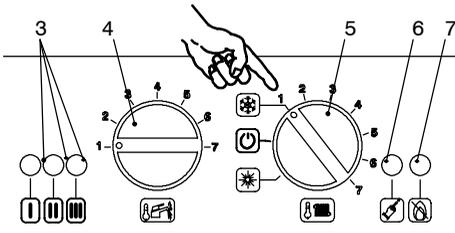
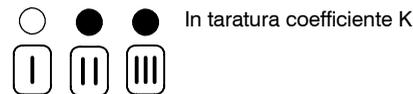
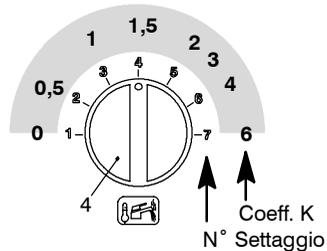
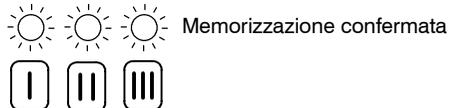

fig. 5.21
fig. 5.22
fig. 5.24
fig. 5.25
- 1 Alimentate elettricamente la caldaia azionando l'interruttore bipolare previsto nella installazione; la lampada di segnalazione 3 in fig. 5.21 lampeggia ogni 4 secondi.
- 2 Posizionare il selettore 5 come indicato in fig. 5.21; la lampada di segnalazione 3 lampeggia ad intermittenza circa ogni 2 secondi.
- 3 Tenere premuto il pulsante di ripristino 6 in fig. 5.21 per circa 10 secondi, la lampada di blocco 7 in fig. 5.21 inizierà a lampeggiare.
- 4 Per tarare il coefficiente K le spie di segnalazione 3 in fig. 5.21 devono essere visualizzate come in fig. 5.22 (legenda spie fig. 5.23)
- 5 Se non si visualizza questa sequenza premere il pulsante di ripristino 6 in fig. 5.21 tante volte fino alla visualizzazione (5 volte).
- 6 Per visualizzare il settaggio impostato tenere premuto il pulsante di ripristino 6 in fig. 5.21 per circa 5 secondi. Le spie di segnalazione 3 in fig. 5.21 lampeggeranno un numero di volte pari al settaggio (fig. 5.24)
- 7 Per cambiare il settaggio ruotare la manopola regolazione temperatura sanitari 4 in fig. 5.21 e posizionarla nel valore di K desiderato fig. 5.24 (nella figura es. manopola settata per K1,5), la lampada di segnalazione blocco 7 in fig. 5.21 lampeggia velocemente.
- 8 Per memorizzare il settaggio premere il pulsante di ripristino 6 in fig. 5.21 per circa 5 secondi, le spie di segnalazione 3 in fig. 5.21 lampeggiano tutte quante simultaneamente come in fig. 5.25 (legenda spie fig. 5.23)